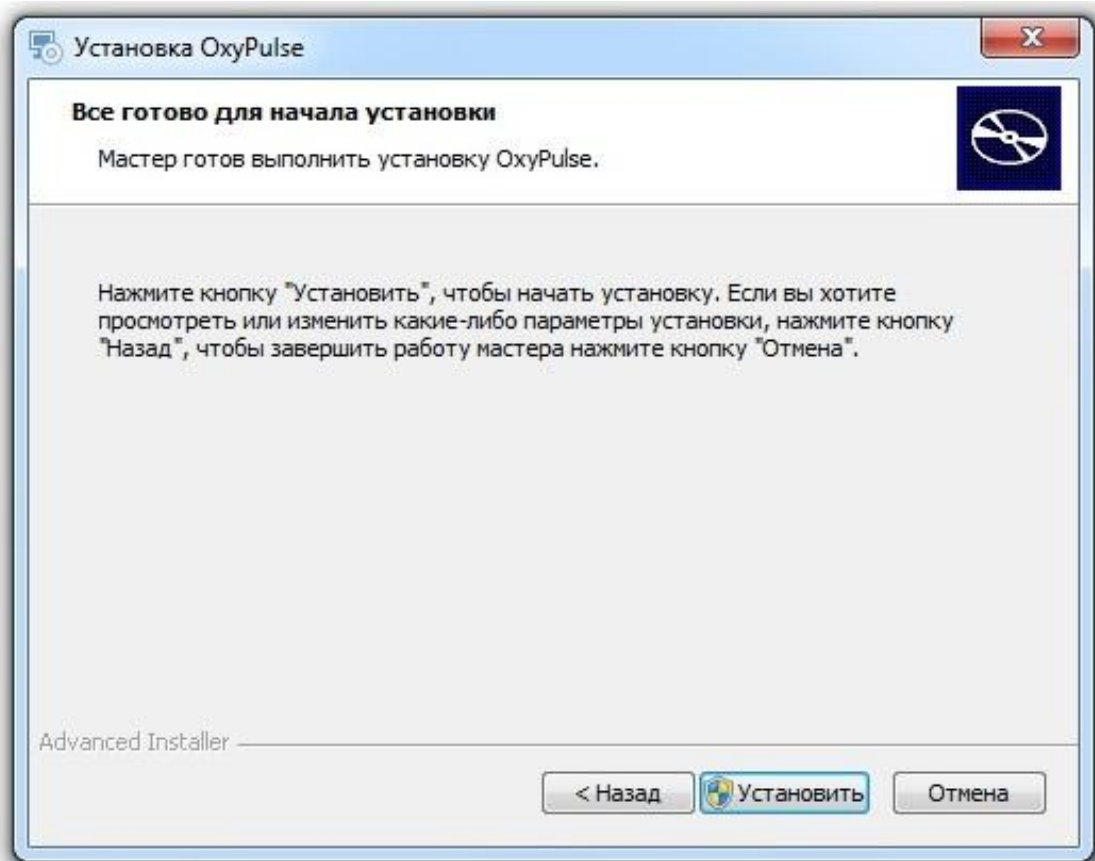

Рисунок 3.5 – Программа установки. Сообщение о начале установке
3.4.3.4 После выбора пути до целевой директории программа установки сообщит о том, что все готово для начала установки (рисунок 3.5). Нажать кнопку «Далее».